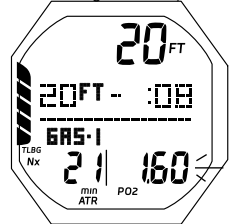

Fig. 93 - ALARME PO2 (pendant le signal sonore, mode décompression)
- > Si la PO2 atteint 1.60, le signal sonore retentit. La valeur de PO2 (1.60) et l'icône associée clignotent à la place de la pression (Fig. 93).